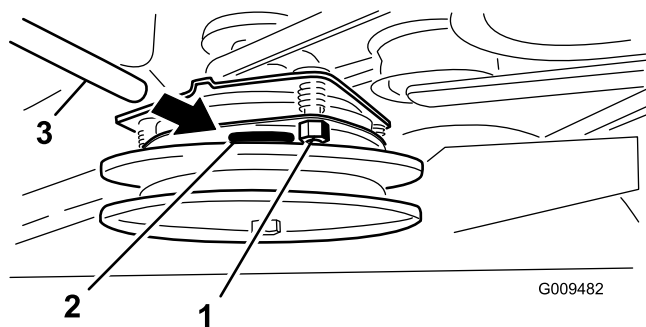

図 53
2. 調整が必要な場合には、3箇所それぞれについて 0.381 mm に調整する。すき間ゲージがかかるくはさまれるがまだ楽に動かせる程度までロックナットを締め付ける (図 53)。